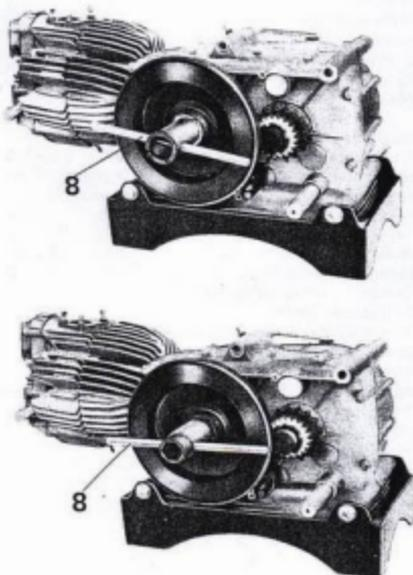
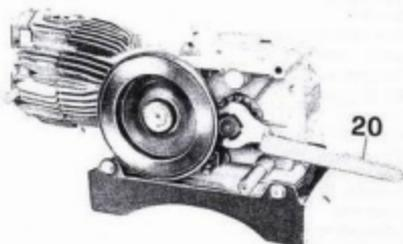

Abb. 9
Abb. 10
Das Öl wird abgelassen, nachdem Einlaßstutzen (A) und Auslaßstutzen (B) herausgeschraubt wurden (s. Abb. 69). Zu entfernen sind der innere Filter, der äußere Filter und die Feder (s. Abb. 67). Mittels des Zweifachschlüssels Nr. 25908100 (8 aus Abb. 9) zum Lösen der Nutmutter und der Mutter sowie zum Abziehen der Schwungscheibe ist diese von der Kurbelwelle abzunehmen. Mit dem Schlüssel Nr. 10902700 (20 aus Abb. 10) ist der Klauenring zu lösen.